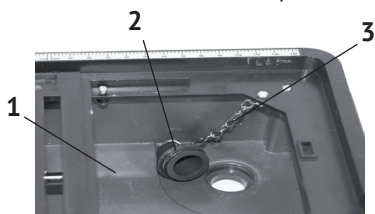

рис. 4
- закрыть пробкой (рис.4 поз.2) отверстие в лотке (рис.4 поз.1);